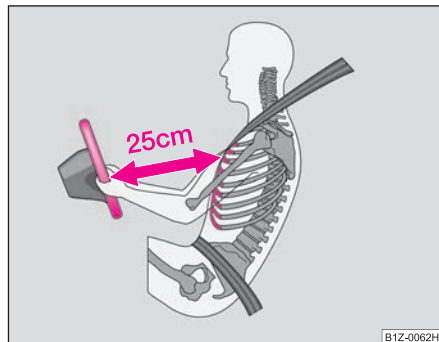

Fig. 144 Distanța sigură față de volan
- Atât pentru conducător cât și pentru pasagerul dreapta este important să păstreze o distanță de cca. 25 cm față de volan, respectiv de tabloul de bord ⇒ fig. 144. Dacă nu se respectă această distanță, sistemul airbag nu își poate exercita eficiența maximă – Pericol! Pe lângă acestea, scaunele din față și tetierele trebuie să fie întotdeauna reglate în funcție de mărimea corpului.